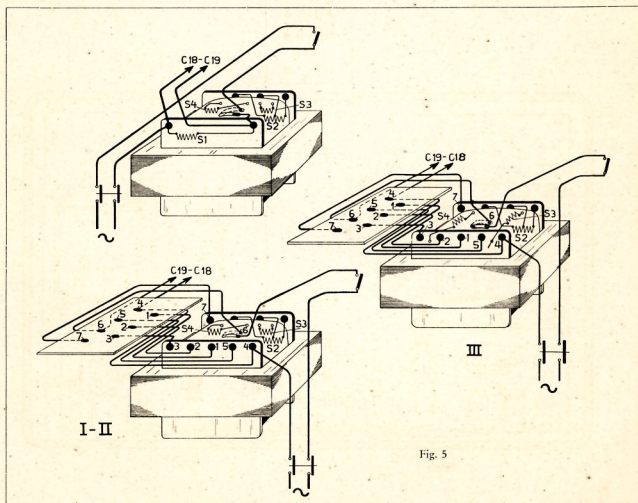

Fig. 5
fig. 5). Men draait de schroefjes der doorverbindingstrippen vooral niet geheel uit, daar de strookjes slechts om een vast punt gedraaid behoeven te worden. Wanneer slechts twee van de drie strookjes gebruikt behoeven te worden, legt men het overblijvende strookje op een der beide andere. Er moet met de uiterste zorg voor gewaakt worden, dat geen schroefjes in het apparaat vallen en daarin blijven liggen.
z.g. **enkelspanningstransformator** voor een vaste netspanning en drie omschakelbare transformatortypen. Op het spannings-schemaplaatje staat aangegeven welk type transformator is ingebouwd. (I, II, of III). De wijze van aansluiten der vier modellen is aangegeven in fig. 5).